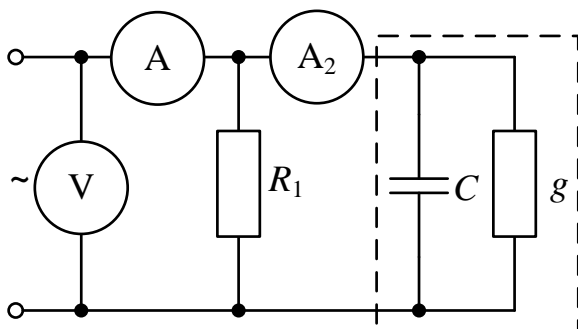
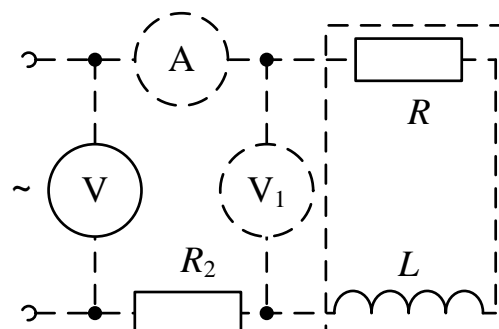

Рис. 3.1
Рис. 3.2
5. Записать уравнение первого закона Кирхгофа для схемы рис. 3.1 (ключ  $K$  замкнут,  $0 < R_1 < \infty$ ) и уравнение второго закона для схемы рис. 3.2 ( $0 < R_1 < \infty$ ) как для мгновенных, так и для комплексных значений токов и напряжений.